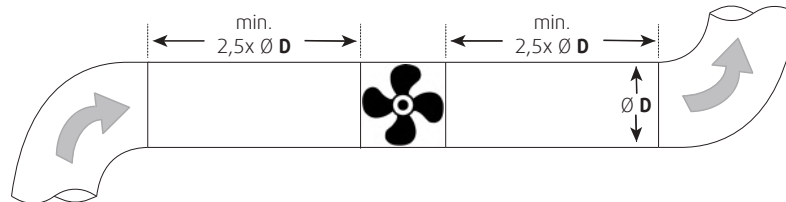

Fig. 1 Rechte leidingen
- ◆ Zorg voor een soepele en constante luchtstroom naar het apparaat. Zorg voor een vrije uitlaat. Zie Fig. 1 *Rechte leidingen*, pagina 10.